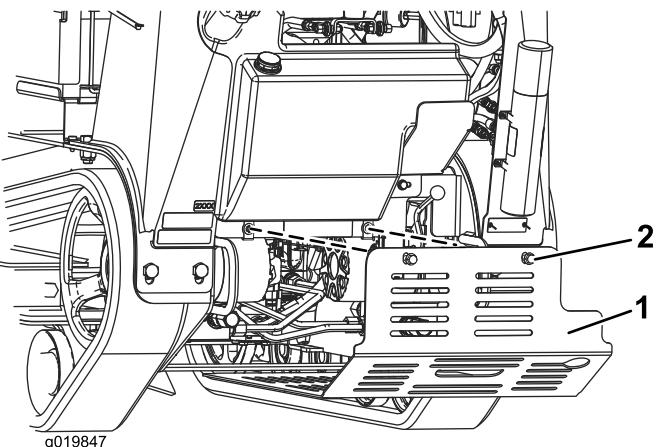

図26
3. 下部シールドを機体に固定しているボルト2本を交互にゆるめてシールドを外す 図26。
5. 運転する時は必ずシールドを取り付ける。下側シールドを4ヶ所のタブにセットし、外す時にゆるめたボルト2本で固定する図26。